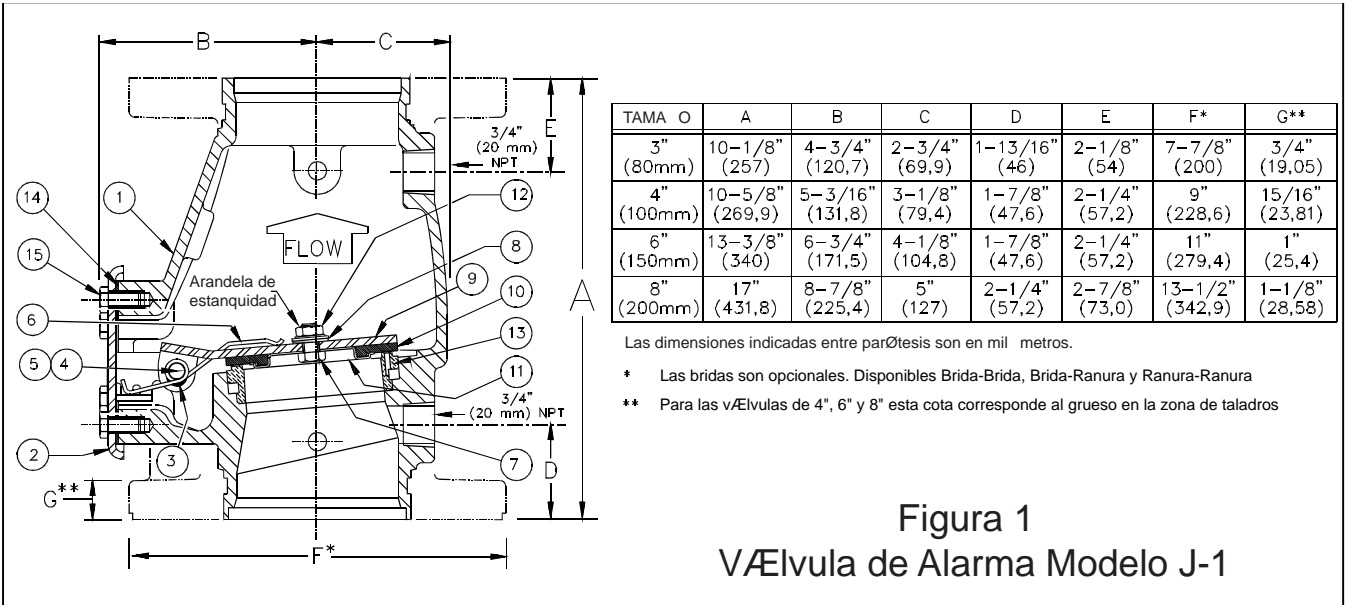

Figura 1
Tomar como referencia la Figura 1 de la página 26 e.
Tomar como referencia la Figura 1.
b: Colocar el conjunto contra la clapeta (9) como se ilustra en la Figura 1.
c: Colocar y apretar el tornillo de cabeza hexagonal (12), la arandela de estanquidad (8), arandela (16) y tuerca (7), como se indica en la Figura 1. No apretar excesivamente.
4. Desmontaje de la Clapeta (9), Muelle (6) y/o Eje de giro (4).
5. Instalación de la Clapeta (9), Muelle (6) y/o Eje de giro (4).
- a: Verificar que la goma de la clapeta (10) está en perfectas condiciones y adecuadamente instalada.
- b: Situar la clapeta (9) con los agujeros del alojamiento del eje de giro situados entre los correspondientes en el interior del cuerpo de la tapa (2). La parte exterior (superior) de la clapeta debe encarar la flecha que en el interior de la tapa indica la dirección del flujo (2).
- c: Insertar el eje de giro (4) y antes de llevarlo a su posición final colocar el muelle orientándolo como se indica en la Figura 1. Continuar introduciendo el eje hasta el final.